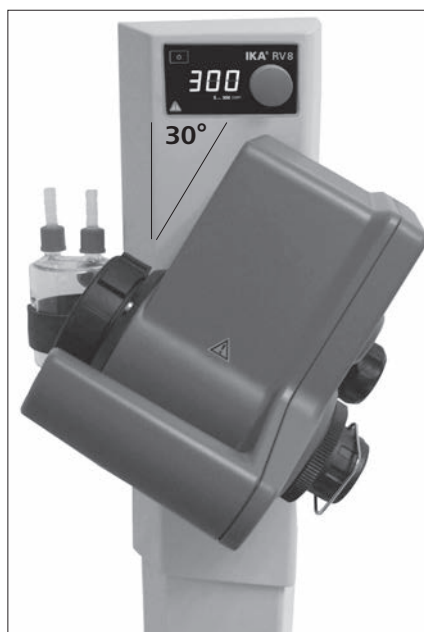

Fig.13
7.) 将旋转机构角度设定为 30° 左右 (Fig. 13)